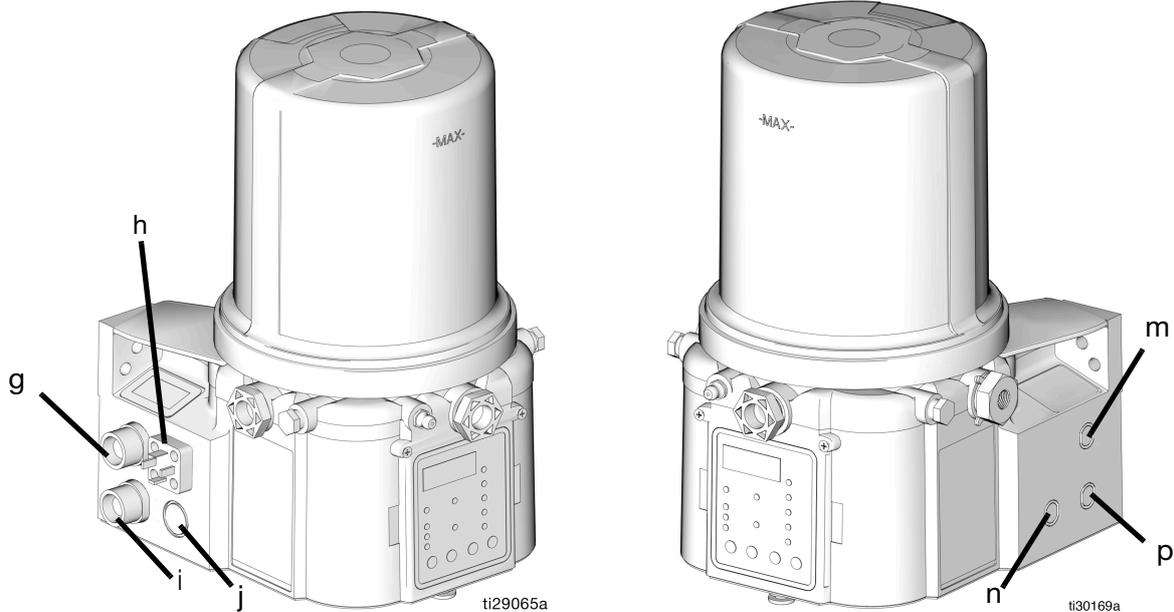

ABB. 1
**HINWEIS:** Die Codes g - p beziehen sich auf bestimmte Positionen an der G3-Pumpe. Siehe ABB. 1 für diese Positionen.